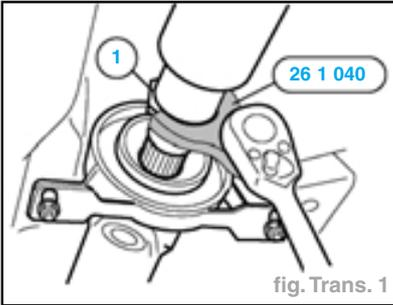

fig. Trans. 1
- Desserrer de quelques tours la bague filetée (1) à l'aide de l'outil 26 1 040 (fig. Trans. 1).